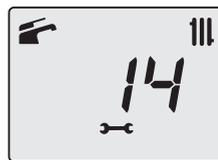

Figura 9.32
- Premere per 1 sec. il tasto 14 (Figura 9.28) per entrare nel parametro selezionato. Il display visualizzerà quanto segue (**13**=M300V.2025 SM, **14**=M300V.2530 SM o **15**=M300V.3035 SM) (Figura 9.32).